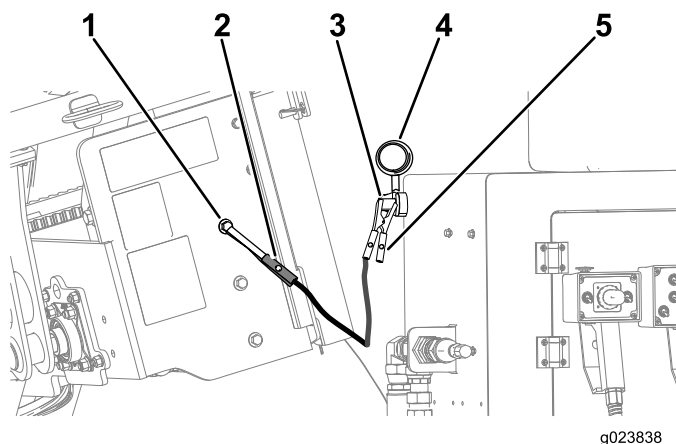

Рисунок 131
6. Снимите крышку со штыря запуска от внешнего источника (Рисунок 131).
7. Подсоедините положительный (+) соединительный кабель к положительному штырю внешнего источника (Рисунок 131).
8. Подсоедините отрицательный (-) соединительный кабель к точке заземления, такой как неокрашенный болт или деталь шасси (Рисунок 131).
10. Когда двигатель запустится, другой человек должен отсоединить отрицательный (-) соединительный кабель от рамы и затем положительный (+) соединительный кабель (Рисунок 131).